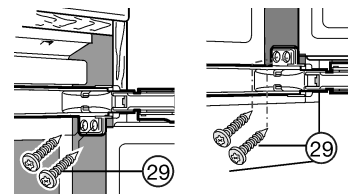

Fig. 18
- ▶ Atornille el aparato a ambas puertas con tornillos para tablero de partículas Fig. 18 (29) en las partes superior e inferior a través de las lengüetas de bisagra.